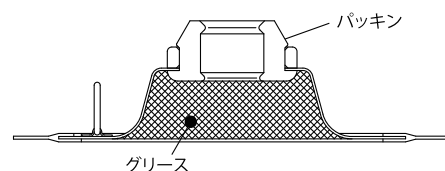

Fig. 2
- ・ご購入後、はじめてフォロープレート組立を使用するときは、あらかじめプレートの裏側のへこみ部分にグリースを詰めておくとして作業が早く簡単です。(Fig. 2)